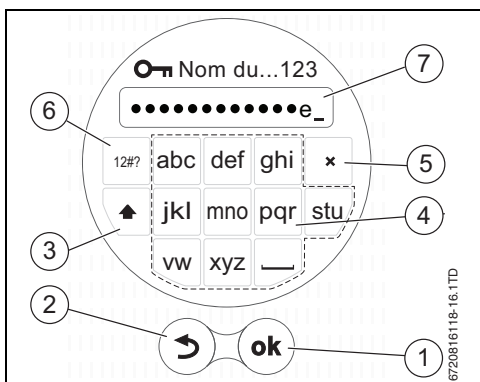

Fig. 10 Saisie du mot de passe du réseau Wi-Fi
- ▶ Saisir le mot de passe du réseau Wi-Fi (→ fig. 10).